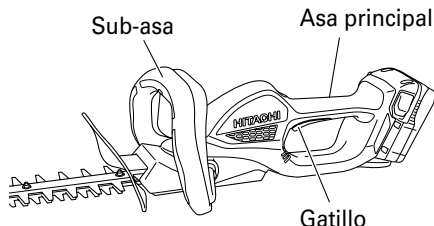

Fig. 5
1. **Encendido (Fig. 5)**
2. **Apagado (Fig. 5)**